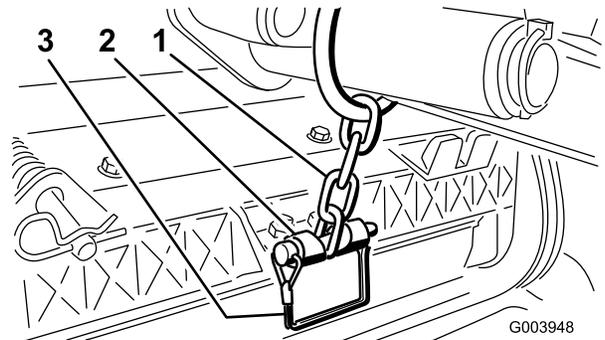

Figura 11
12. Sujete la cadena del brazo de elevación al soporte de la cadena con el pasador de seguridad (Figura 11). Utilice el número de eslabones indicado en el *Manual del operador* de la unidad de corte.